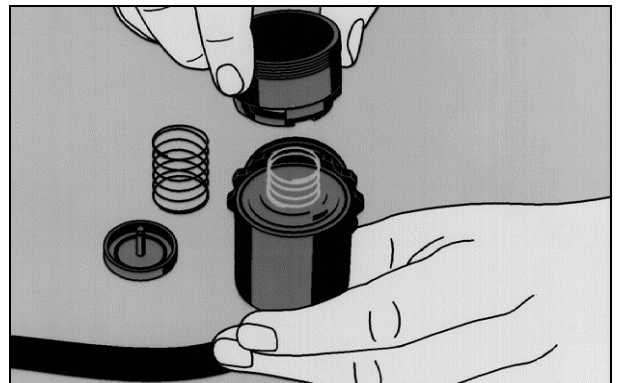

Bild 3
- Kappe umdrehen, auf die Haltenocken des Schalterunterteils aufsetzen (Bild 3) und dieses herausschrauben.